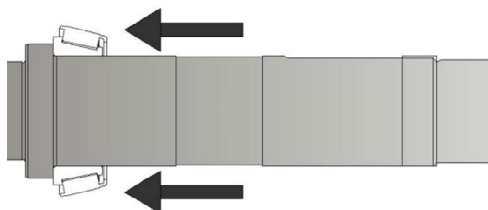

Abbildung 34 - Innere Lagerschalen einpassen
- SICHERHEITSHANDSCHUHE VERWENDEN: : Nur die vorderen inneren Lagerschalen (5) erhitzen und auf die Wellen (24, 25) schieben, bis sie eng an die Wellenschulter gepresst werden; dabei sicherstellen, dass die Lager richtig ausgerichtet sind. (Abbildung 34)